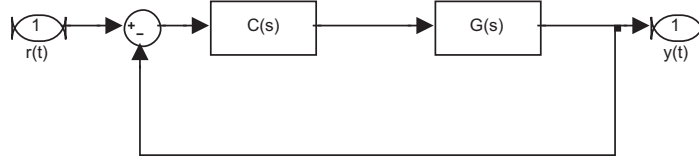

Figura 20: Diagrama em blocos do sistema do Exercício 37.
37. Seja o sistema realimentado mostrado na Figura 20 com a planta apresentando um polo incerto